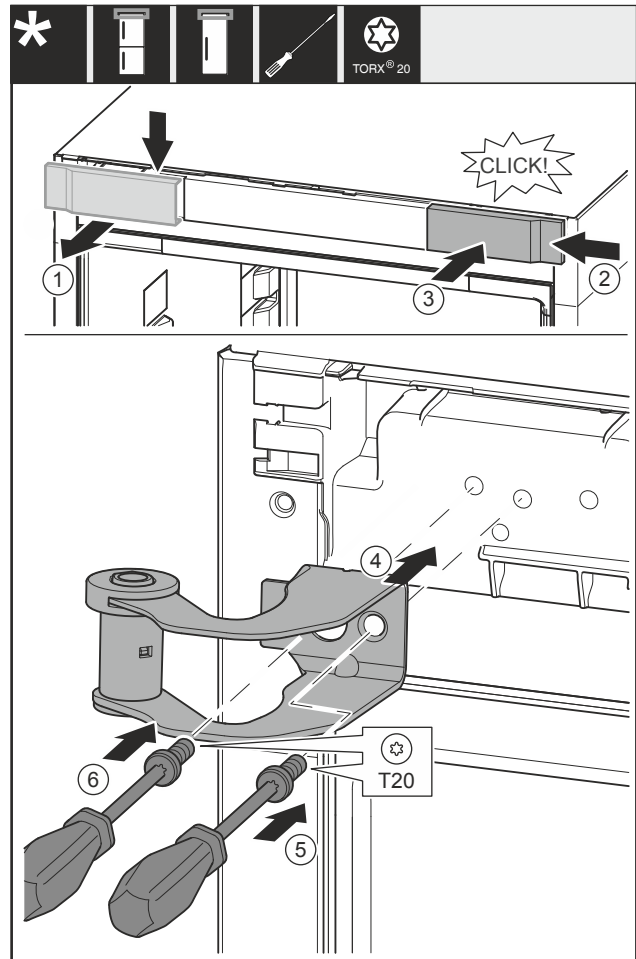

Fig. 33
- ▶ 从上方朝前取下盖板 Fig. 33 (1)。
- ▶ 将盖板 Fig. 33 (2) 旋转 180° 至另一侧从右边挂上。
- ▶ 插入盖板 Fig. 33 (3)。
- ▶ 装上上方的托架 Fig. 33 (4)。
- ▶ 旋紧螺钉 Fig. 33 (5)。
- ▶ 旋紧螺钉 Fig. 33 (6)。